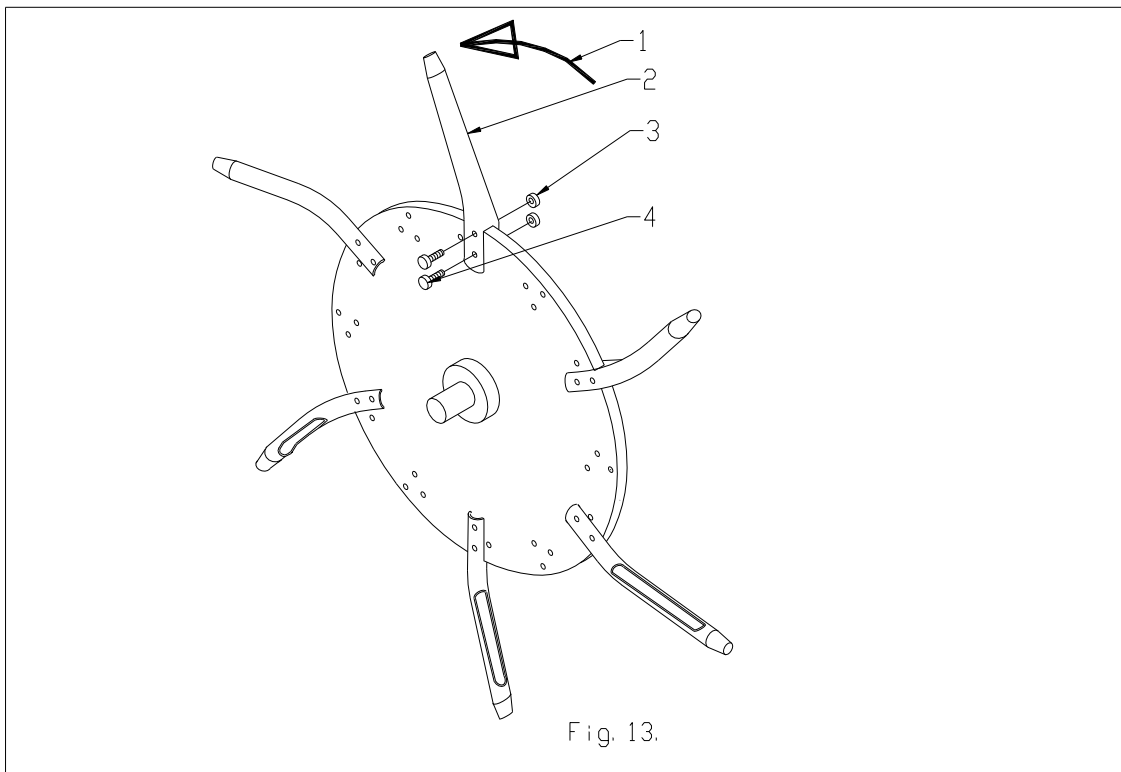

Fig. 13.
#### **11.4 JEU DE DENTS CREUSES (Voir Fig. 13).**
Un jeu de dents Creuses #213.120.014 pour le 1700 et 213.220.014 pour le 2200) est disponible pour le rotor standard. Ce jeu contient : 72/96 x dents Creuses (2), 144/192 x écrous (3) et 144/192 x boulons (4). Assemblez-les comme indiqué dans la Fig. 13. Répartissez à égale distance autour des disques. Si vous souhaitez en utiliser 12 par disque, il vous suffit de commander un autre jeu